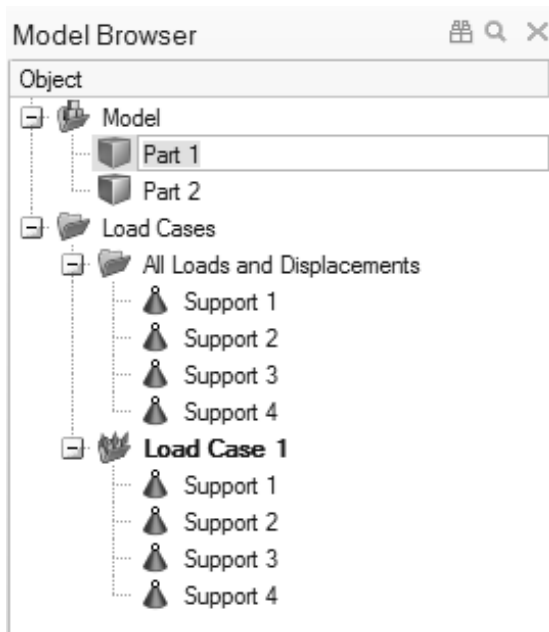

图 4-41
4) 在选中桥体零件时，单击模型浏览器中的 Part 1，相应文本框变为可编辑状态，如图 4-41 所示。